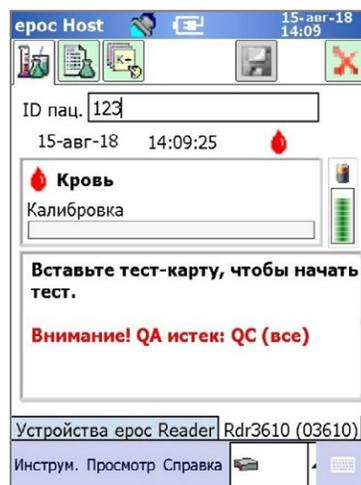

Рис. 40.
- На протяжении льготного периода при каждом выполнении анализа крови будет появляться предупреждение об истекшем сроке по графику (рис. 40).